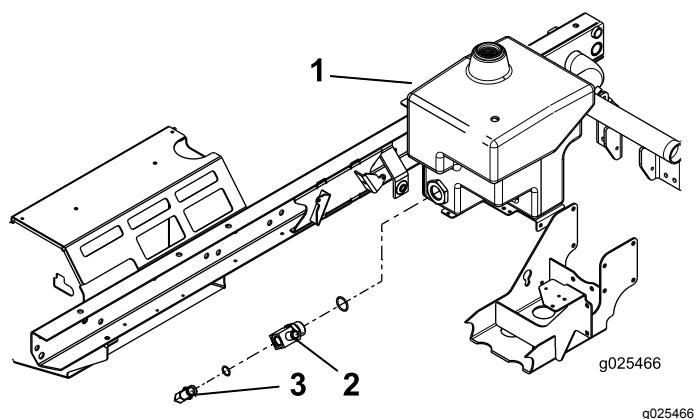

Figure 11
1. Posez sans serrer le grand raccord en T sur le réservoir hydraulique (Figure 11).
2. Posez le raccord à 90 degrés sur le grand raccord en T (Figure 11).